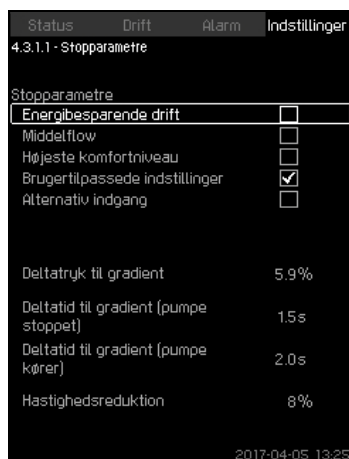

Fig. 73 Brugertilpassede indstillinger
- 3. Vælg en af stopparametrene. Hvis du vælger "Brugertilpassede indstillinger", skal du indstille de parametre der er vist i fig. 73. Se eksemplerne nedenfor.